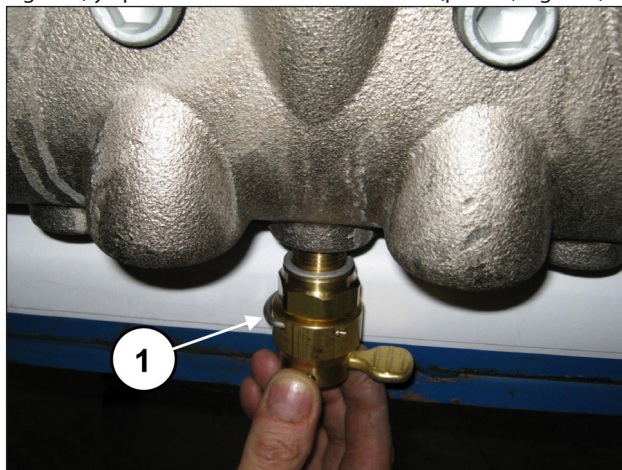
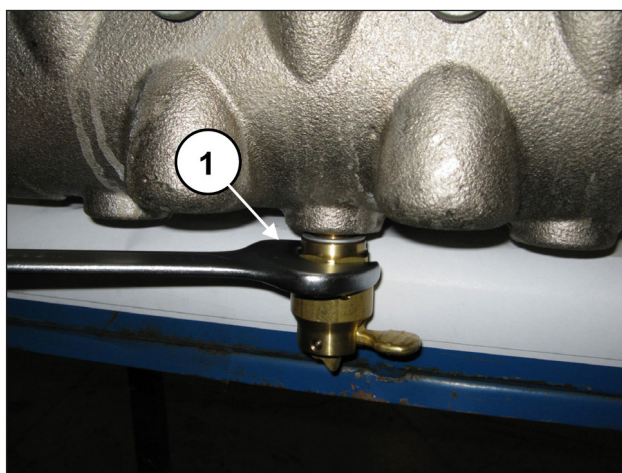

Fig. 137
Fig. 138
Aplicar los dispositivos de apertura de las válvulas (pos. ①, Fig. 137) y apretarlos con la llave de 30 mm (pos. ①, Fig. 138).